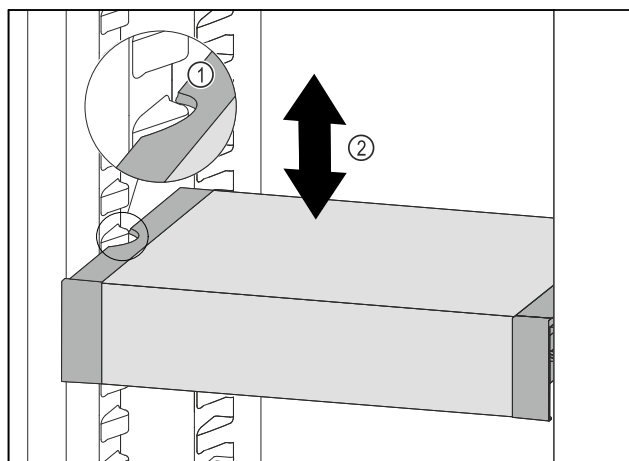

Fig. 111
- VarioSafe w chłodziarce przesunąć w górę lub w dół, aż zostanie osiągnięta żądana wysokość. Fig. 111 (2)